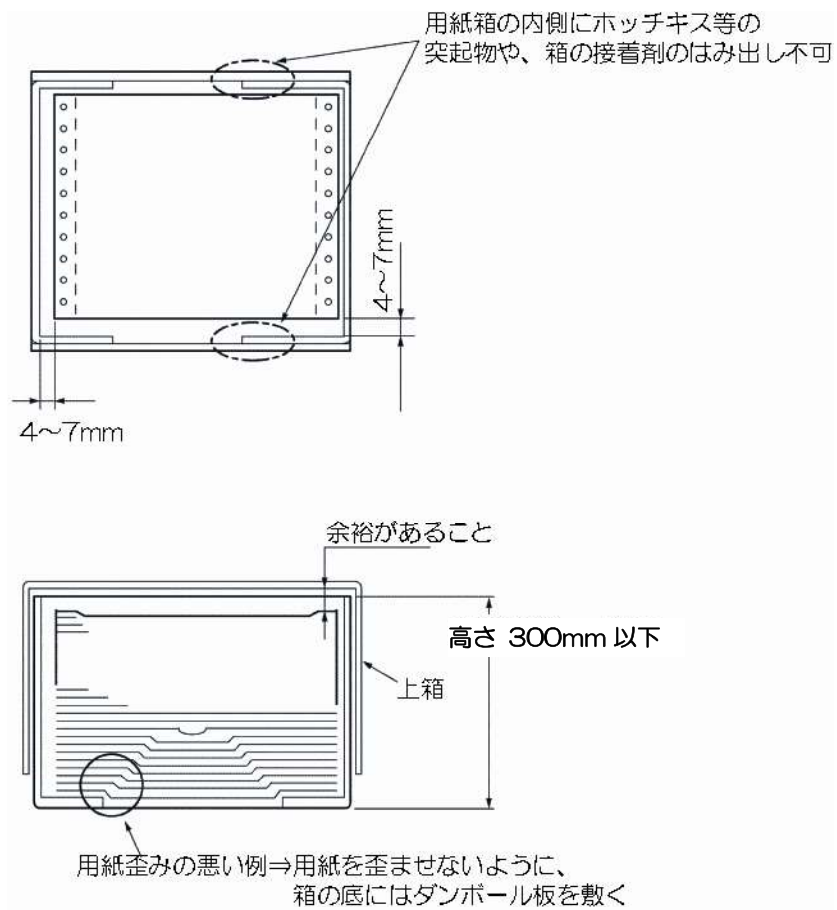

図 3.11 用紙箱の寸法
- c) 用紙箱の内糊は用紙の縦、横寸法に対して余裕のあるものを使用します。（図 3.11 参照）
- d) ホッチキスなどの突起物および接着剤などはみ出しが用紙箱の内側にあるものは使用できません。（図 3.11 参照）
- e) 用紙箱の底は平坦にし、用紙を歪ませないよう工夫してください。（図 3.11 参照）